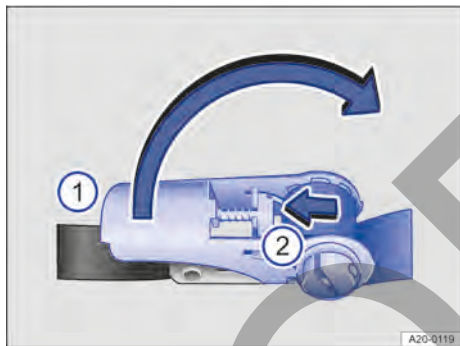
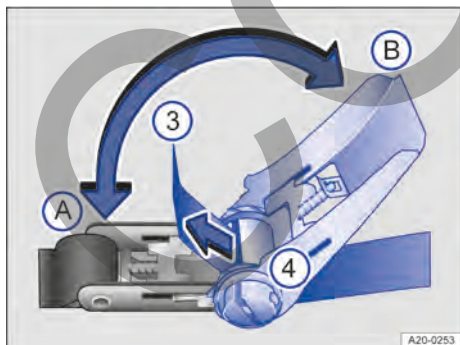

Fig. 125 Aflojar y apretar la palanca de la cinta con carraca.
Fig. 126 Aflojar y apretar la palanca de la cinta con carraca.
1. Presione el seguro → Fig. 125 ② hacia fuera en el sentido de la flecha.
2. Lleve la palanca → Fig. 125 ① a la posición → Fig. 126 ②.
3. Introduzca la cinta → Fig. 126 ③ desde atrás a través del eje ranurado ④ y apriétela con fuerza.
4. Mueva la palanca → Fig. 125 ① entre las posiciones → Fig. 126 ② (A) y ③ (B) de forma alterna hasta que la cinta se haya enrollado de dos a tres veces alrededor del eje ranurado → ▲.
5. Presione el seguro → Fig. 125 ② hacia fuera y lleve la palanca → Fig. 125 ① a la posición → Fig. 126 ② (A). La carraca queda cerrada y bloqueada.
4. Extraiga la cinta → Fig. 126 ③ de la carraca.